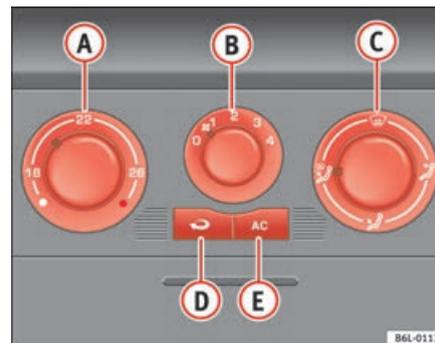

Fig. 95 Sur le tableau de bord : éléments de commande du climatiseur
- Désactiver le système de refroidissement avec la touche ⇒ fig. 95  (le témoin de la touche s'éteint).
- Tournez le régulateur de température ① pour régler la température souhaitée dans l'habitacle.
- À l'aide du régulateur de répartition de l'air ③ diriger le flux d'air dans la direction souhaitée :  (vers le pare-brise),  (vers le buste),  (vers le plancher) et  (vers le pare-brise et le plancher).
Le mode recyclage de l'air ambiant  $\Rightarrow$  page 129, fig. 95  (le témoin intégré à la touche est allumé) empêche les fortes odeurs ambiantes – qui peuvent par exemple se dégager lors de la traversée d'un tunnel ou dans un bouchon – de pénétrer dans l'habitacle.